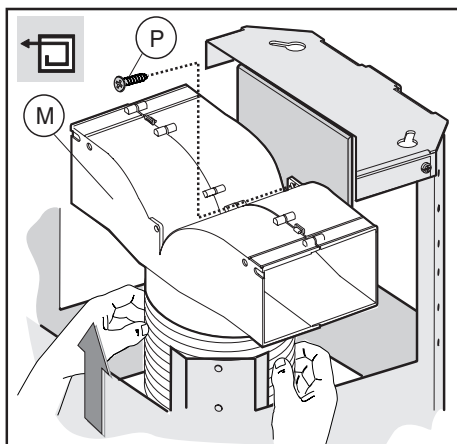
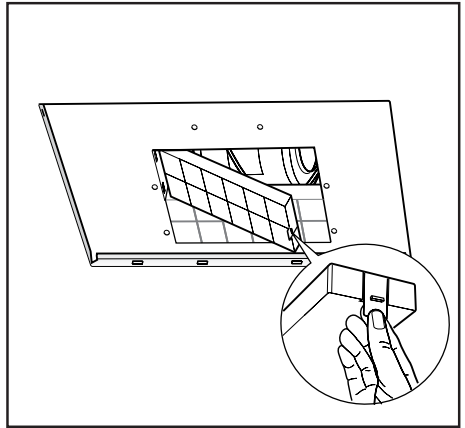

Fig.8
Fig.17
- **Filterversie:** sluit de buigzame leiding aan op deflector **M** en bevestig schroef **I** zoals getoond wordt in (afb.8). De actieve koolstoffilters moeten op de afzuiggroep geplaatst worden die zich binnen in de kap bevindt (afb.17).